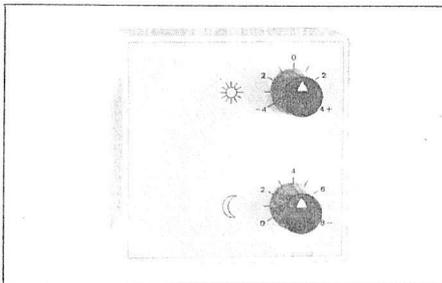
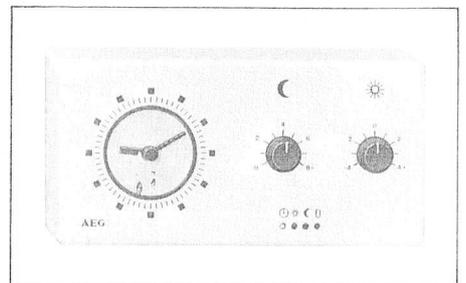

Bild 8 Fernbedienung FB 1
Bild 9 Fernbedienung mit Uhr FBU 2
- d) Zur SollwertEinstellung wahlweise Fernbedienung FB 1 (Bild 8) Fernbedienung mit Uhr FBU 2 (Bild 9) Raumfühler RFS 1 (Bild 8) Raumfühler mit Uhr RFU 2 (Bild 9)
Bild 8 a FB 1 / RFS 1 geöffnet